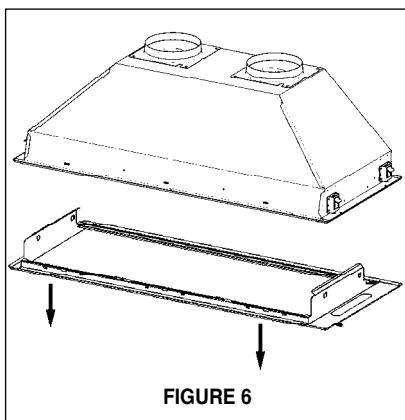
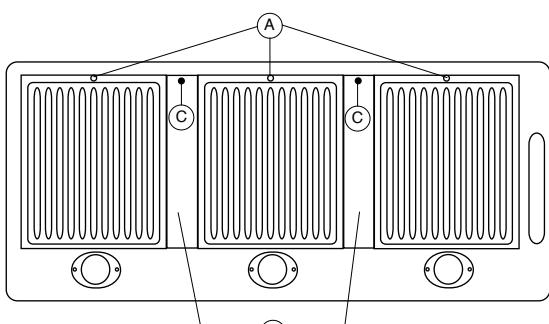

FIGURE 6
FIGURE 7
3. Retirer le bas de la hotte (**FIGURE 6**). Retirer les filtres pour la graisse de l'appareil et mettre de côté. Lors de la dépose des filtres, tirer/faire tourner le bouton avec une main, et tenir le filtre avec l'autre main **pour qu'il ne tombe pas sur la table de cuisson**. Tirer le bouton (**A de la FIGURE 7**) vers l'avant de la hotte en le tournant vers la gauche (sens antihoraire) pour débloquer le levier de verrouillage.
4. Retirer les séparations de les filtres pour la graisse (**B de la FIGURE 7**). Retirer le couvercle plastique pour le vis (**C de la FIGURE 7**); retirer le vis.